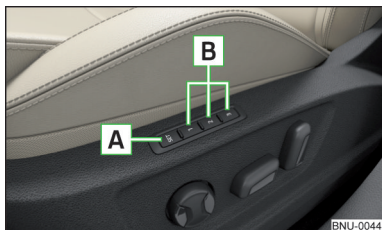

Fig. 81
Pe butoanele de memorare de la scaunul șoferului poate fi memorat reglajul scaunului șoferului și poziția oglinzilor retrovizoare exterioare » fig. 81.
- » Apăsăți butonul SET » fig. 81 și apoi apăsați în decurs de 10 s simultan butonul de memorare dorit . Memorarea este confirmată printr-un semnal acustic.
- » Cuplați contactul și apăsați butonul de memorare dorit » fig. 81.